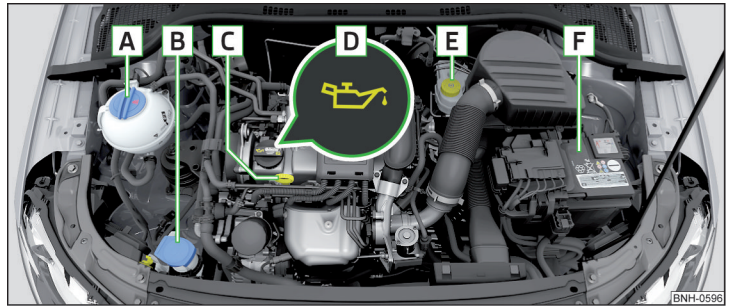

Abb. 152 Anordnungsbeispiel im Motorraum
- Den Deckel der Motoröleinfüllöffnung **D** abschrauben » Abb. 152 auf Seite 136.